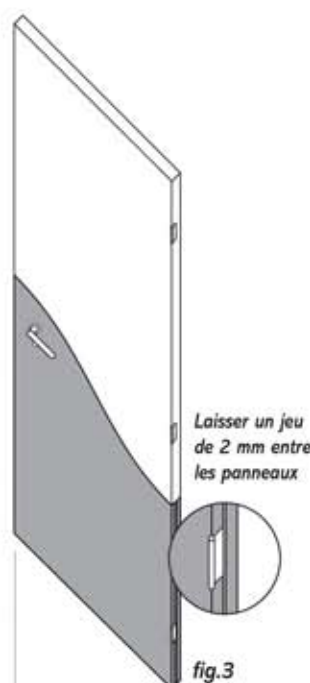

fig.3
- Coller ensuite le deuxième panneau plié en U en laissant un jeu de 2 mm entre les panneaux (raboter ou redécouper les panneaux si nécessaire) (fig.3).